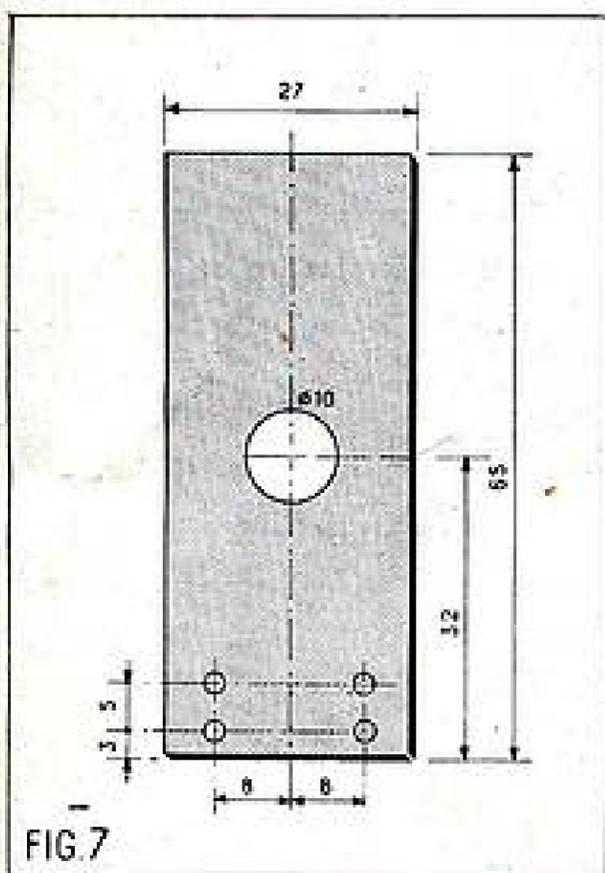
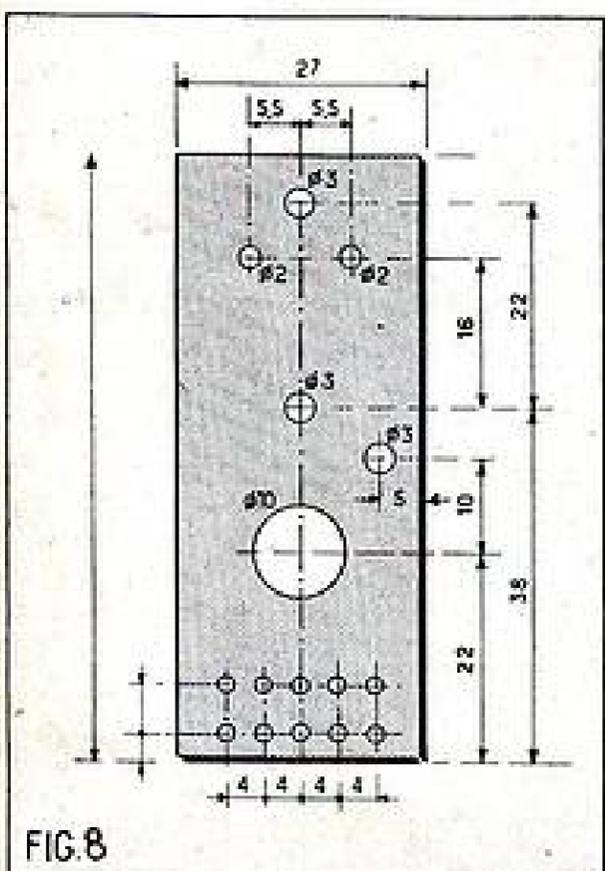
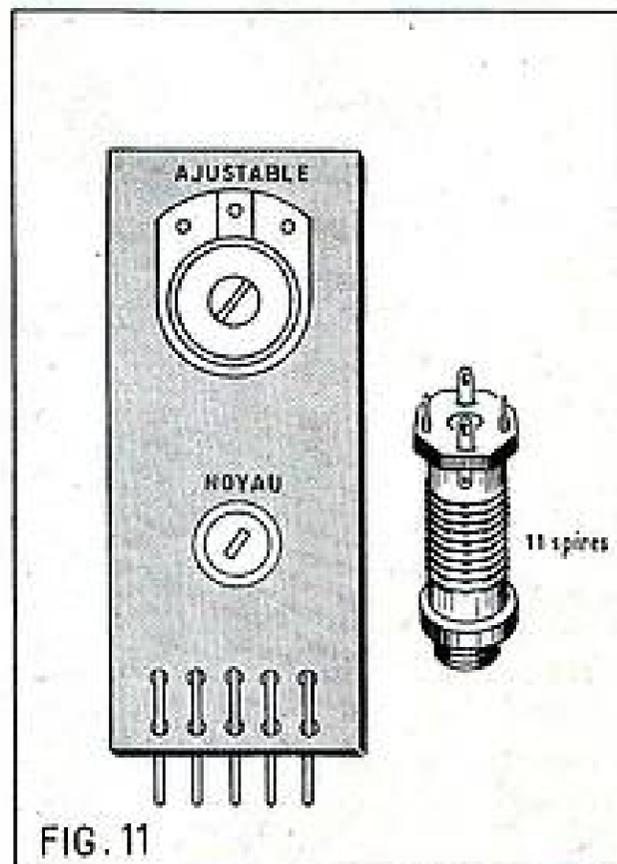
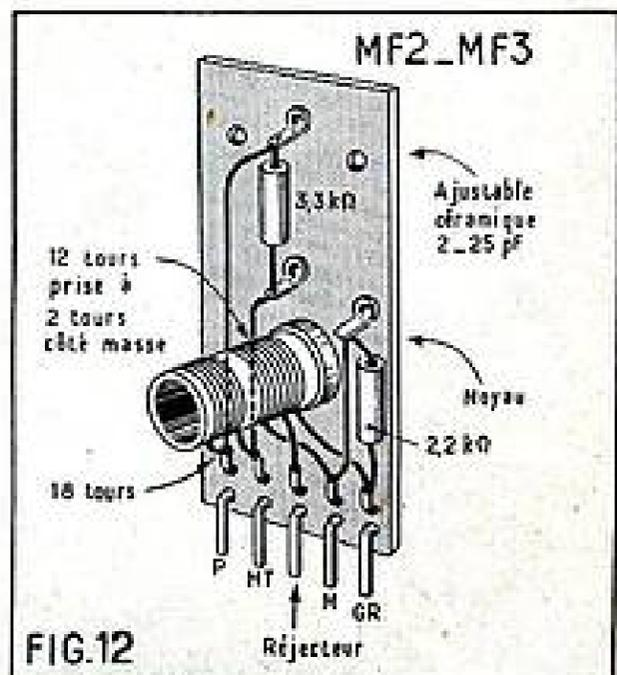

FIG. 7
FIG. 8
FIG. 11
FIG. 12
**Les plaquettes supports.** — Elles sont découpées dans de la bakélite de 10 à 12/10 d'épaisseur. Les transformateurs seront placés dans des blindages carrés de 27 x 27 x 65 mm. On découpe donc quatre plaquettes de 27 x 65 mm. Pour le transformateur MF1, la plaquette sera percée suivant les cotes données à la figure 7. Pour les transformateurs MF2, MF3 et MF4, le perçage est celui de la figure 8.
plaquettes seraient trop proches l'une de l'autre. Cela risquerait de provoquer des courts-circuits et, en tout cas introduirait des capacités parasites pouvant perturber les réglages. Aussi avons-nous adopté une autre solution. Dans le bas des plaquettes nous avons percé des trous de 1 mm, comme vous pouvez le voir sur les figures 7 et 8. Dans ces trous, on passe du fil nu étamé de 7 à 10/10, comme indiqué à la figure 9. On serre énergiquement le fil à la pince plate de manière à bien l'appliquer contre la plaquette, ce qui l'immobilise. Et voilà d'excellentes cosses de branchement qui ne risquent pas de créer des capacités inadmissibles.
**Construction du transformateur MF1.** — On commence par exécuter l'enroulement. Sur un mandrin LIPA de 8 mm de diamètre, on bobine à spire jointives 8 tours de fil émaillé 30/100. Cet enroulement est enduit de colle cellulosique. Après séchage, le mandrin est fixé sur la plaquette de bakélite de la figure 7. Les extrémités du bobinage sont dénudées au papier de verre et soudées sur les « cosses » de sortie comme le montre la figure 10. On met dans le mandrin un noyau en poudre de fer avec, si possible, un frein en liège et ce transformateur est placé dans un blindage carré percé d'un trou pour pouvoir atteindre le noyau de réglage.
Ce bobinage est placé sur le trou de 10 d'une des plaquettes de bakélite correspondant à la figure 8. Au-dessus du bobinage, on fixe un condensateur ajustable en céramique (fig. 11). On passe au câblage qui est indiqué clairement à la figure 12. Vous pouvez remarquer que la résistance de 2.200  $\Omega$  est soudée entre la sortie Gr et une cosse que l'on aura sortie sur la plaquette au moment de la mise en place des fils de sortie. Les résistances utilisées sont, bien entendu, du type miniature. Les fils seront soigneusement dénudés au papier de verre. On aura soin, pendant cette opération, de ne pas décoller les tours des extrémités, le nombre de tours devant rester
**Construction du transformateur MF3.** — Elle est absolument semblable à MF2, à la seule différence que les enroulements ne sont pas l'un contre l'autre, mais écartés de 1 mm. Pour obtenir cet écartement, on exécute d'abord l'enroulement de 12 tours. Puis avec du clinquant d'aluminium, on fait une bague ouverte de 1 mm de large. On place cette bague contre l'enroulement de 12 tours et elle sert de guide pour le début de l'enroulement de 18 tours. On encolle le tout. Avant séchage complet, on retire la bague. On exécute les mêmes connexions qu'à la figure 12 et l'on met sous blindage carré. On peut également faire un bobinage de 21 tours contre le premier et retirer à cette extrémité, après encollage, 3 tours, ce qui donne l'écartement voulu.